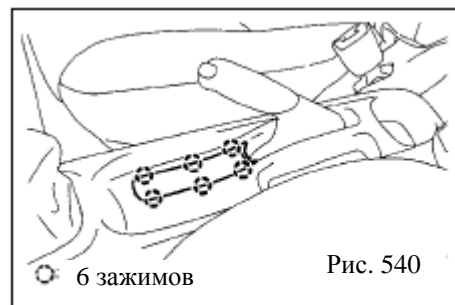

Рис. 540
18. Демонтируйте отделку вспомогательной передней панели (рис. 540)